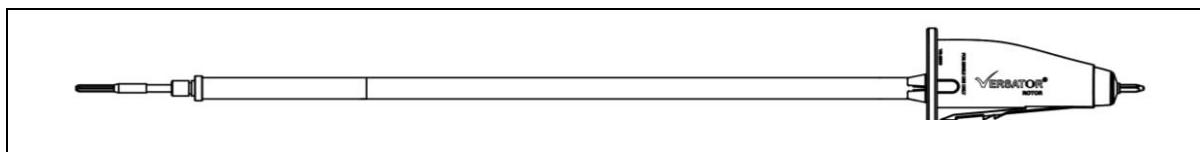

Abbildung 6a: Begradigen Sie das Rotorkabel
- Damit das Rotorkabel ordnungsgemäß funktioniert, legen Sie das Rotorkabel vor dem Gebrauch einmal gerade. Greifen Sie zum Begradigen/gerade legen den Rotor an beiden Enden und strecken Sie ihn, bis dieser flach ausgerichtet ist, wie in Abb. 6a dargestellt. Dies hilft, unerwünschte Knicke im Rotorkabel zu entfernen.